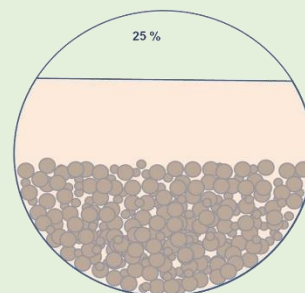

Figura 3. Criterio de carga máxima.
- b) **Criterio de carga máxima.** El volumen de barbotina máximo ( $V_{\max}$ ) debe ser tal que deje un 25 % del volumen útil libre (figura 3). Si dejamos menos volumen, es decir si llenamos más el molino, es necesario un mayor tiempo de molienda por lo que al final el molino produce menos aunque en cada molienda hayamos aumentado la carga. Esto significa que el volumen útil del molino se reparte entre el volumen que queda libre, que es un 25 % del volumen útil, el volumen ocupado por las bolas y el volumen de barbotina y, por tanto, la cantidad máxima de barbotina que podemos obtener en una molienda es aproximadamente un 40 % del volumen útil.